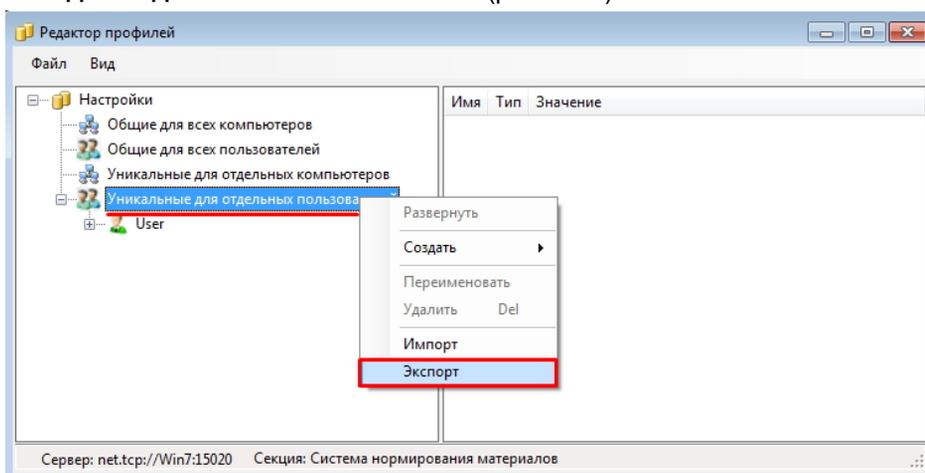

Рис. 4.11
2. В секции **Система нормирования материалов** выполните экспорт раздела **Уникальные для отдельных пользователей** (рис. 4.11).